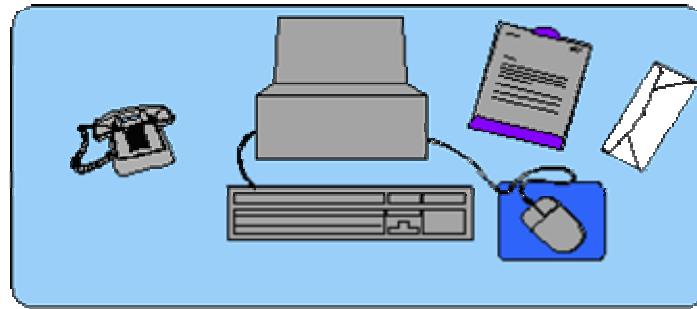

Figura 10
- Las dimensiones de la mesa deben ser suficientes para permitir una colocación flexible de la pantalla, el teclado, el "ratón", los documentos y el resto de los elementos y materiales de trabajo. (Figura 10).